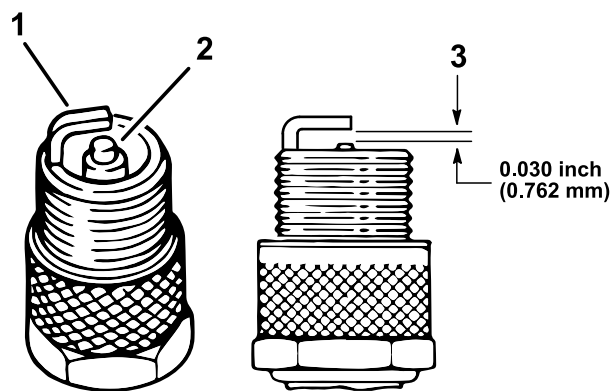

図 37
4. 電極(側面と中央)と碍子の状態を点検する(図 37)。
5. 図 37のように、電極間のエアギャップを0.762 mmに調整する。